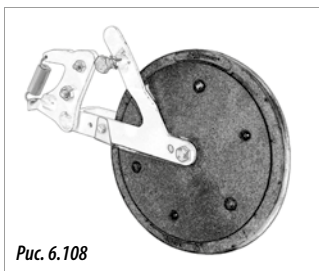

Рис. 6.108
- **РЕЗИНОВОЕ:** для деликатных семян, которые при прижатии могут быть повреждены (рис. 6.108).